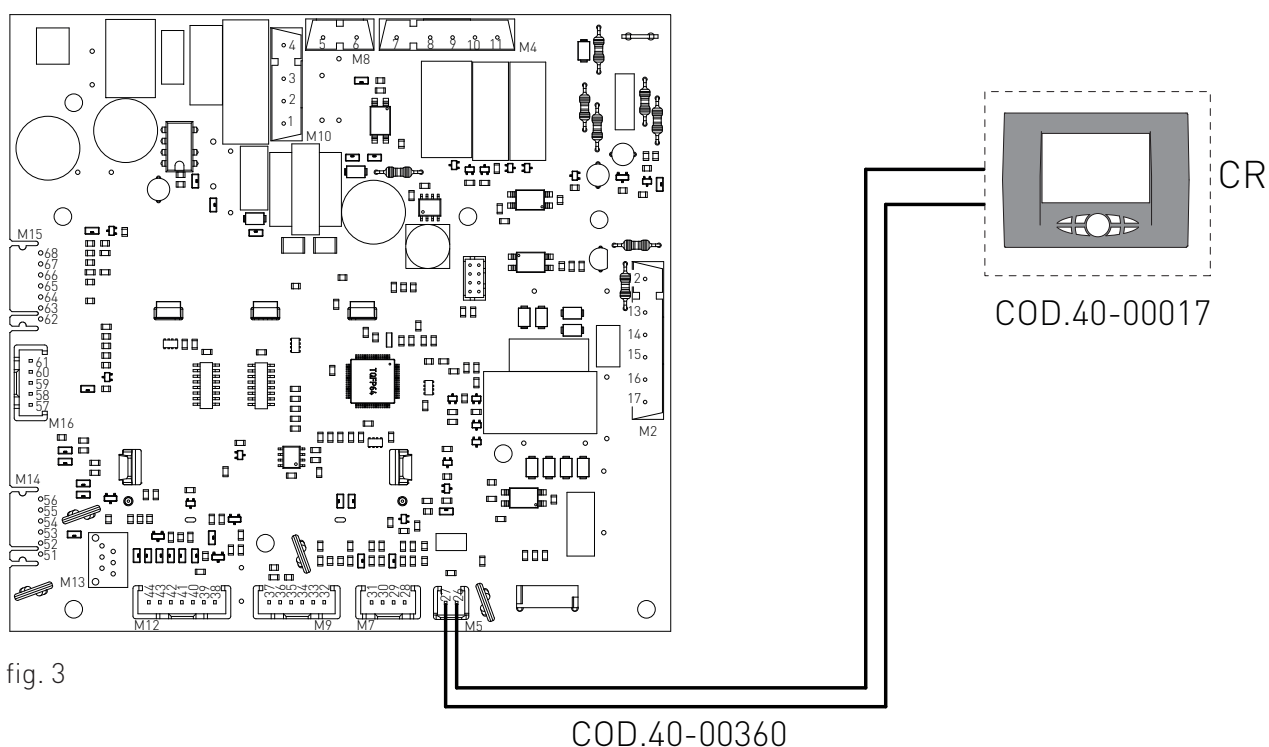

fig. 3
- › una volta rimosso il carter effettuare i seguenti collegamenti sulla scheda elettronica (vedi fig. 3).